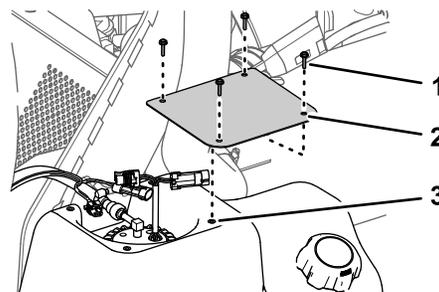

Figura 77
2. No depósito de combustível, retire os quatro parafusos (n.º 10 x ¾ pol.) que fixam a cobertura à parte superior do depósito de combustível e retire a cobertura (Figura 77).